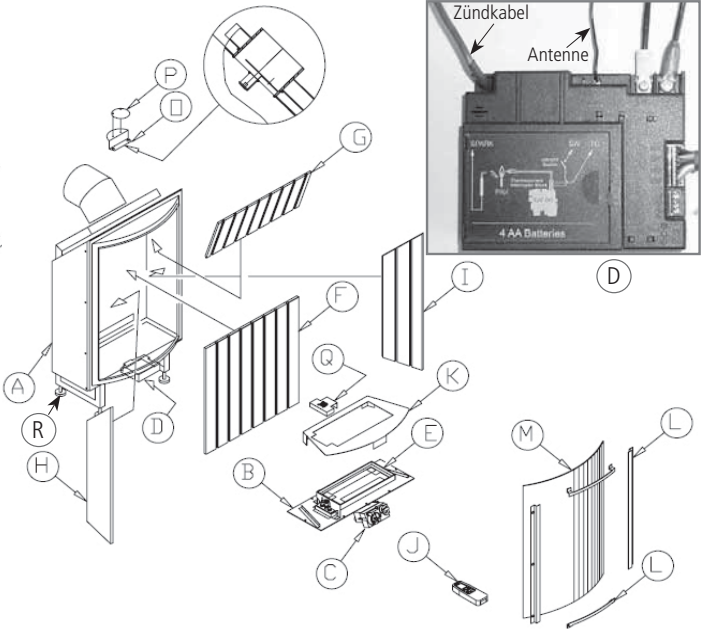

Abb. 2.12 Übersicht über die Baugruppen
- Fußschrauben (R, siehe Abb. 2.12) entfernen,
- Die untere Scheibenhalterleiste (L, siehe Abb. 2.12) lockern, aber nicht entfernen.
- Die rechte, die linke und die obere Scheibenhalterleiste (L, siehe Abb. 2.12) entnehmen.
- Die Sichtscheibe (M, siehe Abb. 2.12) herauszunehmen.
Der Einbau der Drosselscheibe (P, siehe Abb. 2.12) und der Stauscheibe (O, siehe Abb. 2.12) richtet sich nach der senkrechten Höhe der Abgasleitung.
- Sichtscheibe demontieren (s. (5))
- Die Halteleiste der Prallplatte (G, siehe Abb. 2.12) vorsichtig schräg nach vorne oben abziehen.
- Die Prallplatte (G, siehe Abb. 2.12) ebenfalls schräg nach oben aus den zwei unteren Halterungen herausziehen.
- Eine Feuerraum-Seitenwand (H oder I, siehe Abb. 2.12) entfernen: das Seitenteil etwas nach hinten zur Rückwand drücken und vorne zur Feuerraummitte drehen. Das Seitenteil bzw. die Seitenteile entnehmen.
- Die Stauscheibe (O, siehe Abb. 2.12) mit oder ohne zusätzlich angebaute Drosselscheibe (P) von hinten auf die Gewindehülsen der Haltetasche im Abgasstutzen stecken. Dabei muss sich das Segment der Drosselscheibe im unteren Bereich des Abgasstutzens liegen.
- Feuerraum-Bodenblech (K, siehe Abb. 2.12) und die Brennerabdeckung (Q, siehe Abb. 2.12) entfernen.